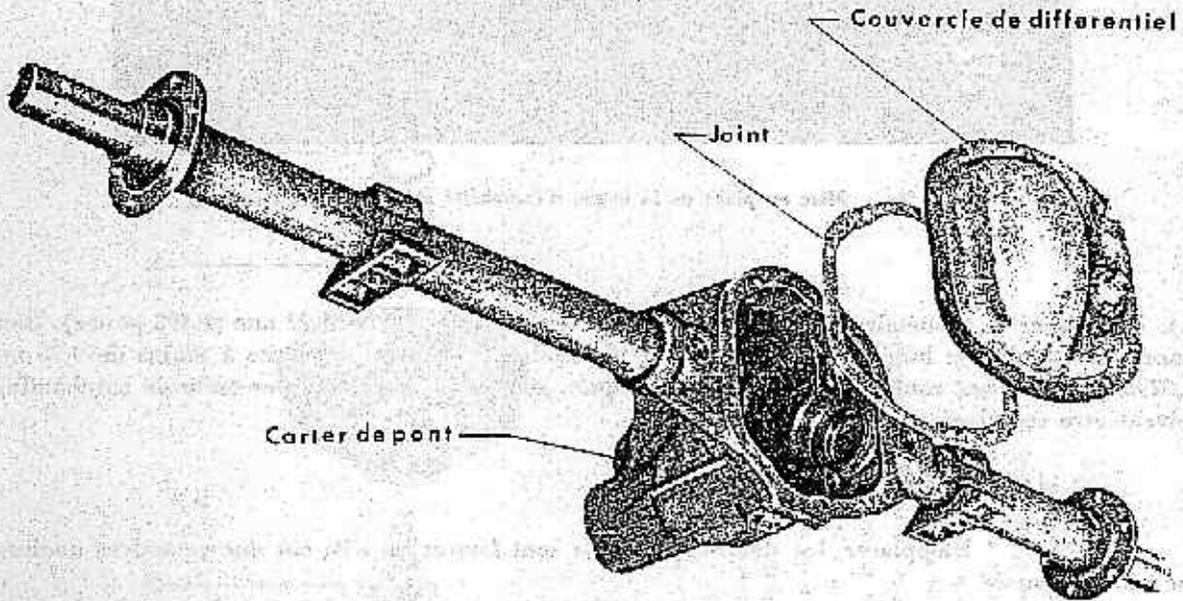

FIGURE 72. — Carter de pont arrière
Enlever les dix vis à tête qui fixent le couvercle de différentiel au carter (fig. 72). Déposer le couvercle du différentiel. Enlever les quatre vis à tête des deux chapeaux de roulement (fig. 43) et déposer les chapeaux. Enlever du carter l'ensemble du différentiel en se servant le cas échéant d'un levier. Remettre les chapeaux de roulement dans le carter, en tenant compte des repères (fig. 43) pour s'assurer qu'ils sont remis exactement à leur place.
1) Carter de pont et couvercle (fig. 72).
L. — *Mise en place du couvercle du différentiel (fig. 72).*